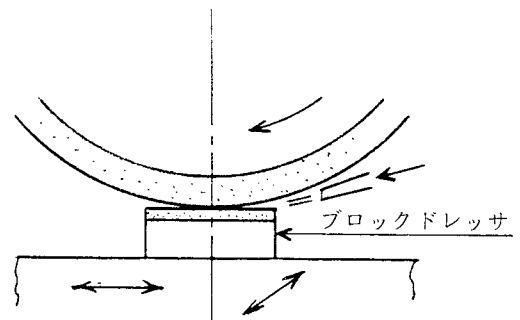

図 3 - 12
- 切込みを与えテーブル左右送りと, サドル前後送りを行う。(図 3 - 12)